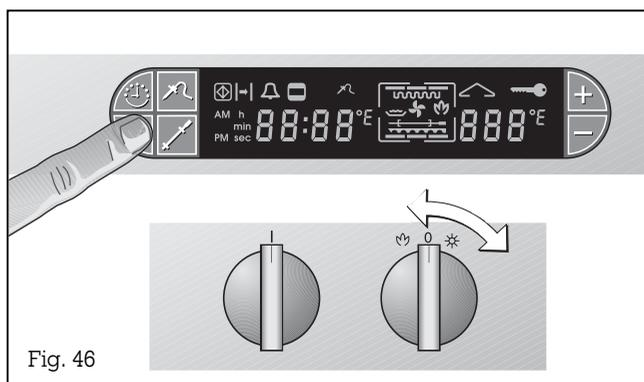

Fig. 46
- Girate la manopola "Temperatura" sulla posizione 0 (Fig. 46).